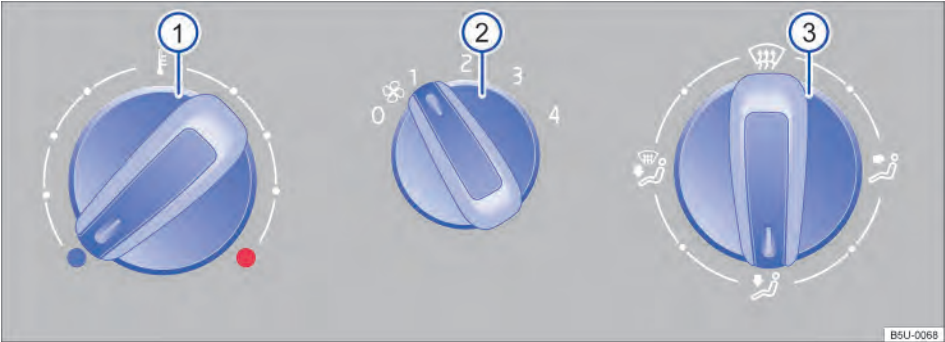
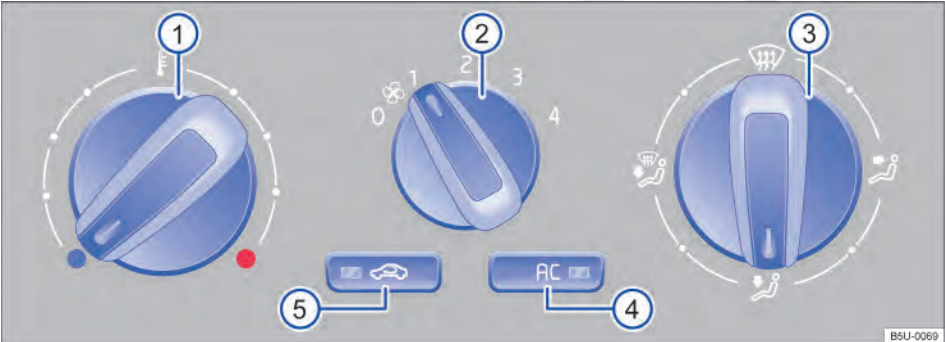

Fig. 123 No console central: comandos do aquecimento e da ventilação.
Fig. 124 No console central: comandos do ar-condicionado.
Tecla, regulador	Informações complementares do sistema de aquecimento e ventilação ⇒ Fig. 123 e ar-condicionado ⇒ Fig. 124.
- Em veículos com sistema de aquecimento, colocar o regulador da temperatura ⇒ Fig. 123 **1** totalmente para a direita, para a posição máxima de aquecimento.
- Colocar o regulador da distribuição de ar ⇒ Fig. 124  para a posição .